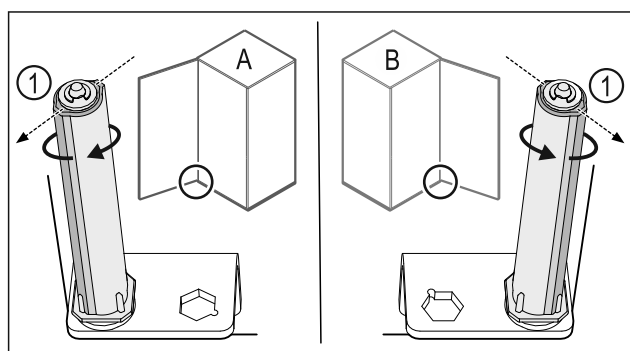

Fig. 41 Levý doraz (A) / pravý doraz (B)
- ▶ Otáčejte uzavíracím systémem proti odporu, dokud nebude lamela uzavíracího systému Fig. 41 (1) ukazovat směrem ven.